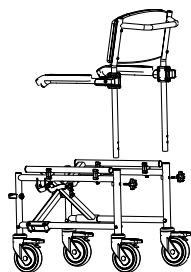

Fig.15
- Insira as costas no interior dos furos da estrutura da cadeira de rodas e fixe-as com os dois manípulos de fixação (fig.15);